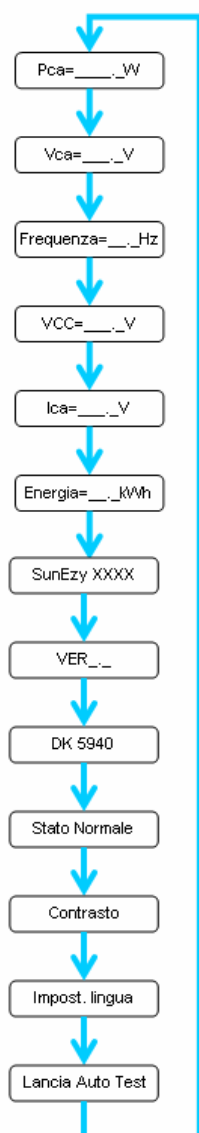

Fig.14
- La successione delle informazioni visualizzate è riportata nello schema della sequenza di visualizzazione (Fig. 14).